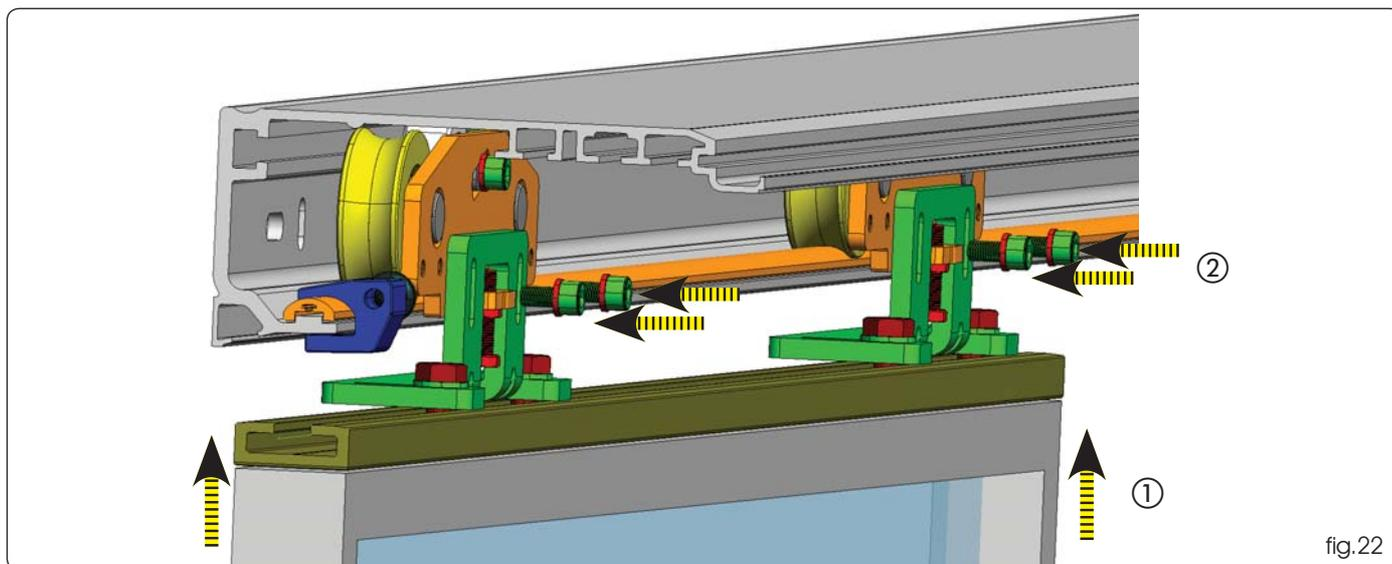

fig.22
Fig. 22 réf. ①
Fixer les 2 parties du chariot par l'intermédiaire des 2 vis M6. Fig. 22 réf. ②